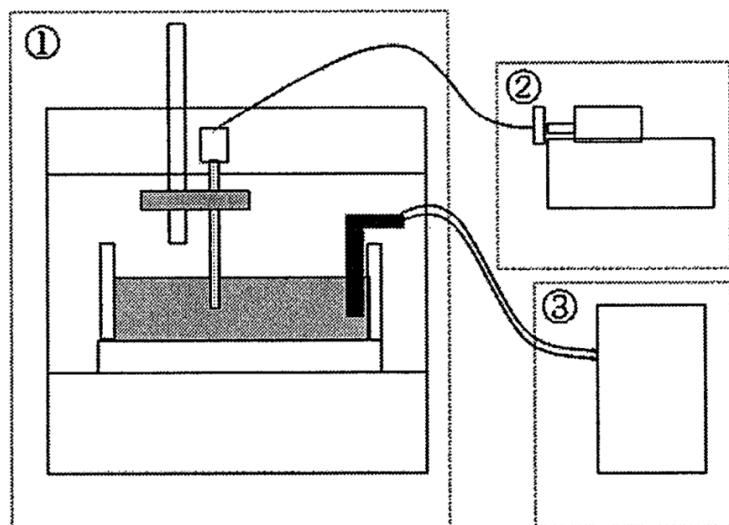

図 2.13 3D 食用ゲルジェットプリンタの模式図
この研究で使用するゲルプリンタは図2.13のように、①搬送系、②液送系、③冷却系の、三つ